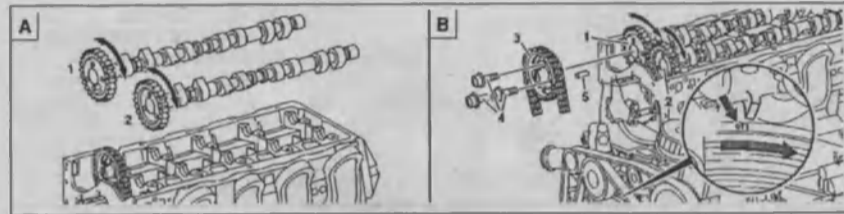

Рис. 3.30. Проверка основного положения распределительных валов:
3. Заблокируйте впускной распределительный вал 1 с помощью блокировочного пальца 3, вставив его в отверстие А (рис. 3.30).
3. Заблокируйте выпускной распределительный вал 1 с помощью блокировочного пальца 3, вставив его в отверстие А (рис. 3.30).